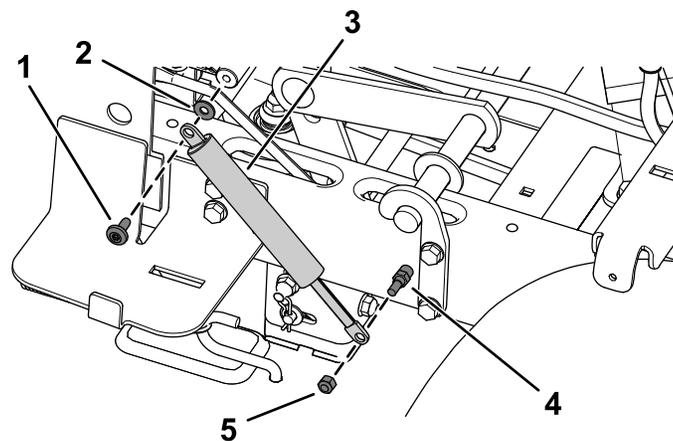

Figure 4
3. Retirez la vis à épaulement et la rondelle qui fixent le haut de l'amortisseur (Figure 4).
4. Immobilisez le goujon de l'amortisseur avec une clé et déposez le contre-écrou (1/4") qui fixe le bas de l'amortisseur (Figure 4).
5. Fixez le haut du nouvel amortisseur à l'aide de la vis à épaulement et de la rondelle retirées précédemment (Figure 4).
6. Fixez le bas de nouvel amortisseur à l'aide du contre-écrou ($\frac{1}{4}$ ") retiré précédemment, comme montré à la Figure 4.